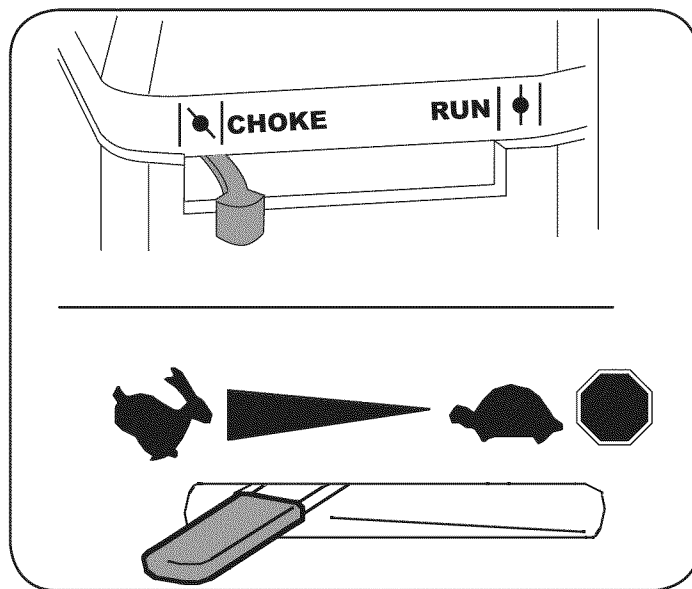

Figura 9
- Mueva la palanca del cebador del motor a la posición CHOKE (Si el motor está tibio puede no ser necesario cebarlo). Vea la Figura 9.
- Mueva la palanca de control del regulador a la posición START/RUN (encendido / funcionando, representado por una liebre). Vea la Figura 9.